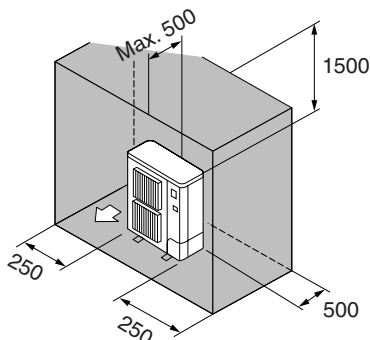

Fig. 2-7
- ⑥ Hindernisse nur auf der Rückseite, beiden Seiten und der Oberseite (Fig. 2-7)